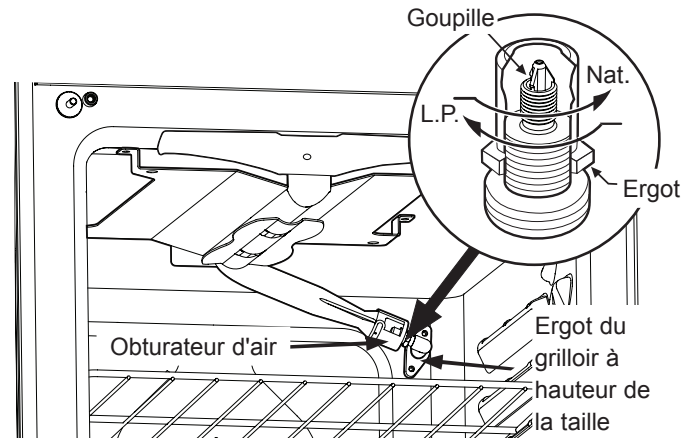

Figure 12
C. Pour ajuster l'orifice du brûleur du grilloir (modèles autonettoyants seulement) (voir Figure 12)